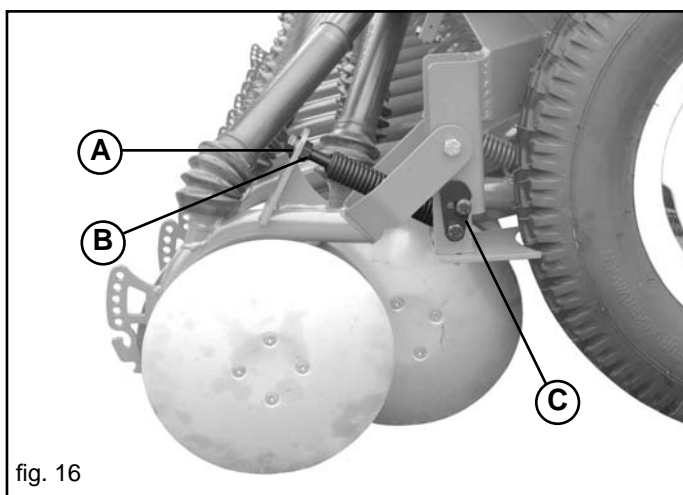

fig. 16
Nelle file esterne aumentare o diminuire la pressione registrando la vite (A Fig. 16) bloccandola con il dado (B).
Negli elementi assolcatori esterni, che lavorano sulle tracce delle ruote della seminatrice, regolare la profondità di lavoro variando la posizione del limitatore (C, Fig. 16).